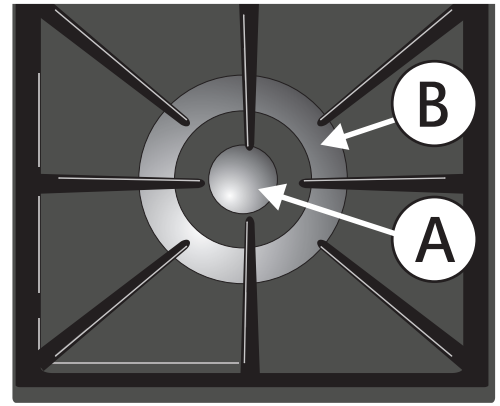

Fig. 1
Operando el doble quemador (Fig. 1; áreas A y B)
Operando solamente el centro del doble quemador (Fig. 1; área A)
- Coloque cualquier lado de la plancha centrado en los quemadores a gas del lado izquierdo de la cubierta o sobre el quemador de puente (algunos modelos). Para ver la ubicación, consulte la Fig. 1.